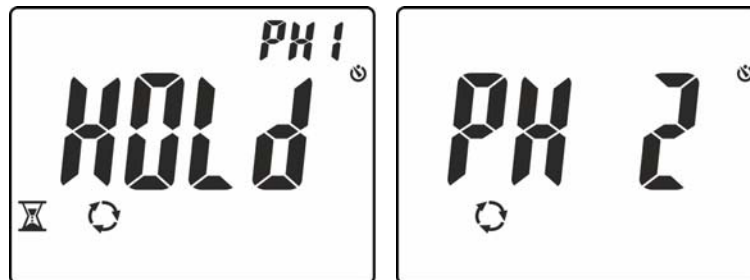

Fig. 14: Reconocimiento fase L1 y espera para fase L2
4. En condiciones correctas de tensión y frecuencia, el instrumento muestra el mensaje “**HOLD**”, los símbolos y “PH1” y emite un sonido continuo a la espera del reconocimiento de un valor estable de tensión sobre la fase L1 (ver Fig. 14 – parte izquierda)
5. **No retire la punta de la fase L1** hasta la visualización del mensaje “**PH 2**” parpadeante en pantalla (ver Fig. 14 – parte derecha)